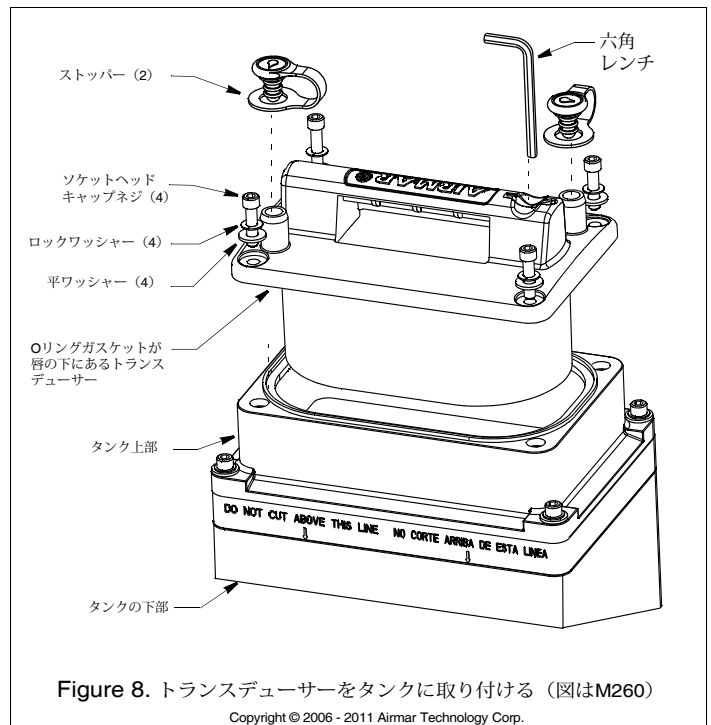

Figure 8. トランスデューサーをタンクに取り付ける (図はM260)
5. トランスデューサーのハンドルをつかみ、タンクに入れます (図8)。トランスデューサーの前後はありません。どちらの方法にも合います。